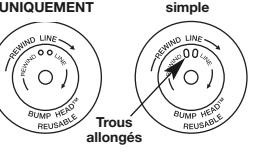

Fig. 16
Avant de faire marcher l'appareil, tenez-vous en position de fonctionnement (Fig. 16). Vérifiez les points suivants:
6. Découpez environ 6 m (20 pi) de fil neuf et faites-en deux boucles de longueurs égales. Insérez chaque extrémité de fil dans l'un des deux trous du moulinet (Fig. 16). Tirez le fil à travers le moulinet pour que la boucle soit le plus petit possible.